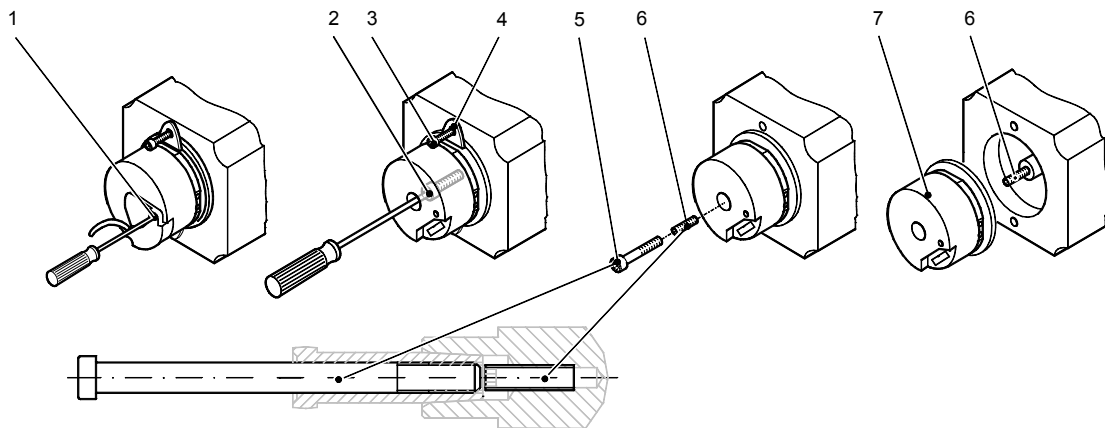

Figure 2 Pulling the encoder off with the threaded pin and the screw or the special screw
8. Geber durch Einschrauben der Schraube (5, Bild 2), M6x70, von der Motorwelle abdrücken.
9. Stecker Geberanschluß abziehen. Geber (7, Bild 2) abziehen und ablegen.
10. Schraube (5, Bild 2) und Gewindestift (6, Bild 2) entfernen.